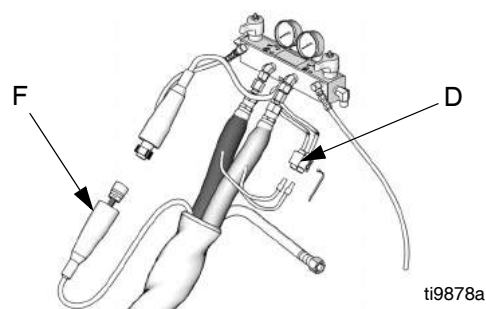

FIG. 10. Flexible chauffé
3. Débranchez le connecteur de flexible (D) du Reactor, FIG. 10.
4. Vérifiez la résistance entre les deux bornes du connecteur (D) à l'aide d'un ohmmètre. Il doit y avoir continuité.
3. Débranchez le câble FTS (F) du Reactor, FIG. 10.
3. Retirez le ruban et la protection recouvrant le FTS (21), FIG. 10. Débranchez le câble du flexible (F). Testez la résistance entre les broches du connecteur du câble à l'aide d'un ohmmètre.